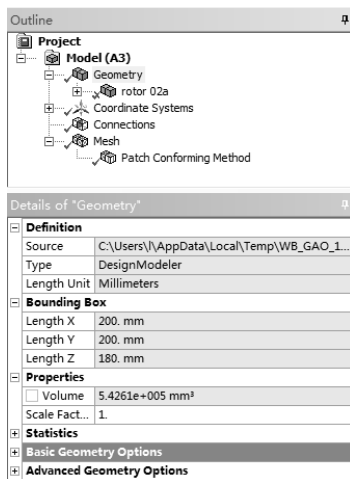

图 3-34 【Geometry】详细设置窗口
(3) 【Geometry】详细设置窗口 单击分析树 Outline 中的【Geometry】图标，显示【Details of “Geometry”】窗口，如图 3-34 所示。